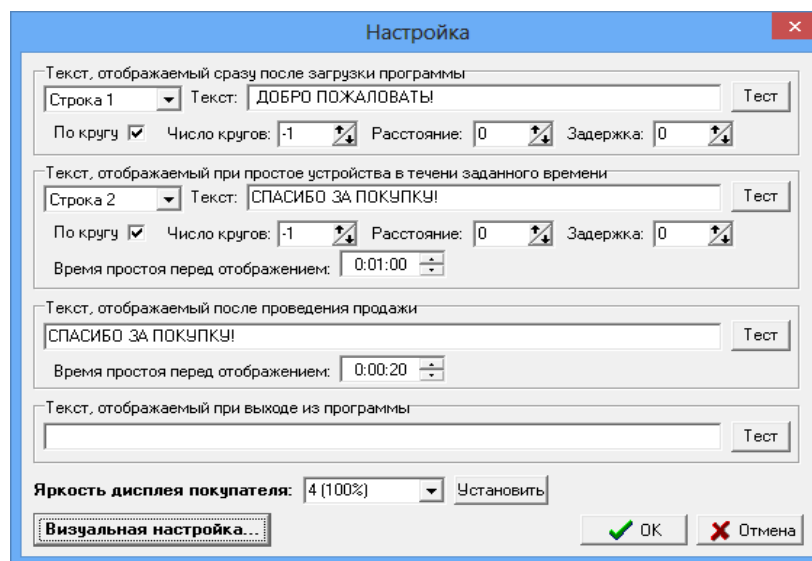

Рис. 20
3. Запустите АЗС-Сервер, в меню Настройка\Дисплей покупателя\Визуальная настройка (рис.20) задайте следующие настройки: